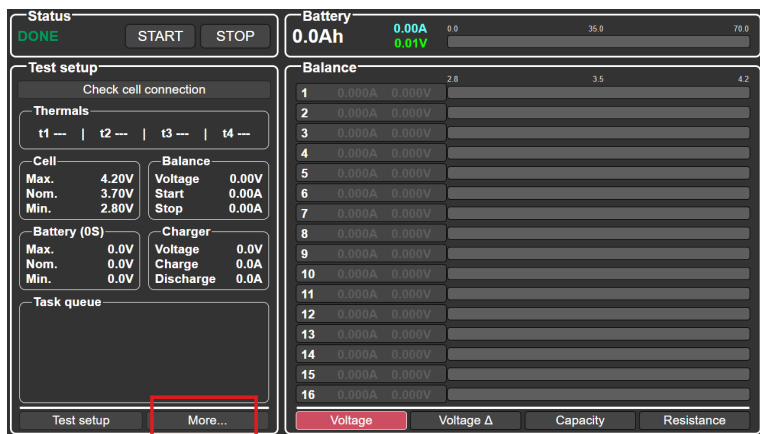

Рисунок 30
1. У головному меню тестера натисніть кнопку «More...» (див. рис. 30).